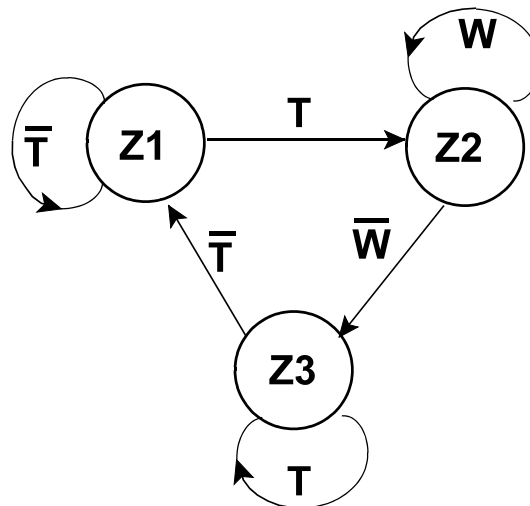

Abb. 18
35. Entwerfen Sie eine State Machine, die das Zustandsdiagramm von Abb. 18 durchläuft. Anfangszustand: Z1 (sehen Sie hierzu eine entsprechende Beschaltung von S- und R-Eingängen vor). Codierung: OHE. Flipfloptyp: D-FF.